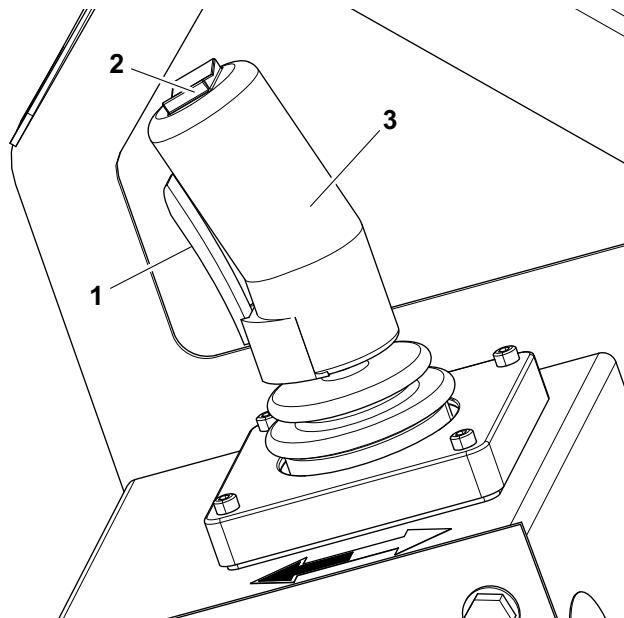

Figura 3-7. Componentes de Controle da Plataforma
(Item 2 - Figura 3-7.)
(Itens 1 e 3 - Figura 3-7.)
4. Mantenha pressionado o interruptor de gatilho e movimento o joystick para trás (subida da plataforma - sentido da seta branca) ou movimento o joystick para frente (descida da plataforma - sentido da seta preta) e segure até alcançar a elevação desejada. A função para de ser operada ao soltar o interruptor de gatilho ou mover o joystick de volta para a posição central. (*Itens 1 e 3 - Figura 3-7.*)